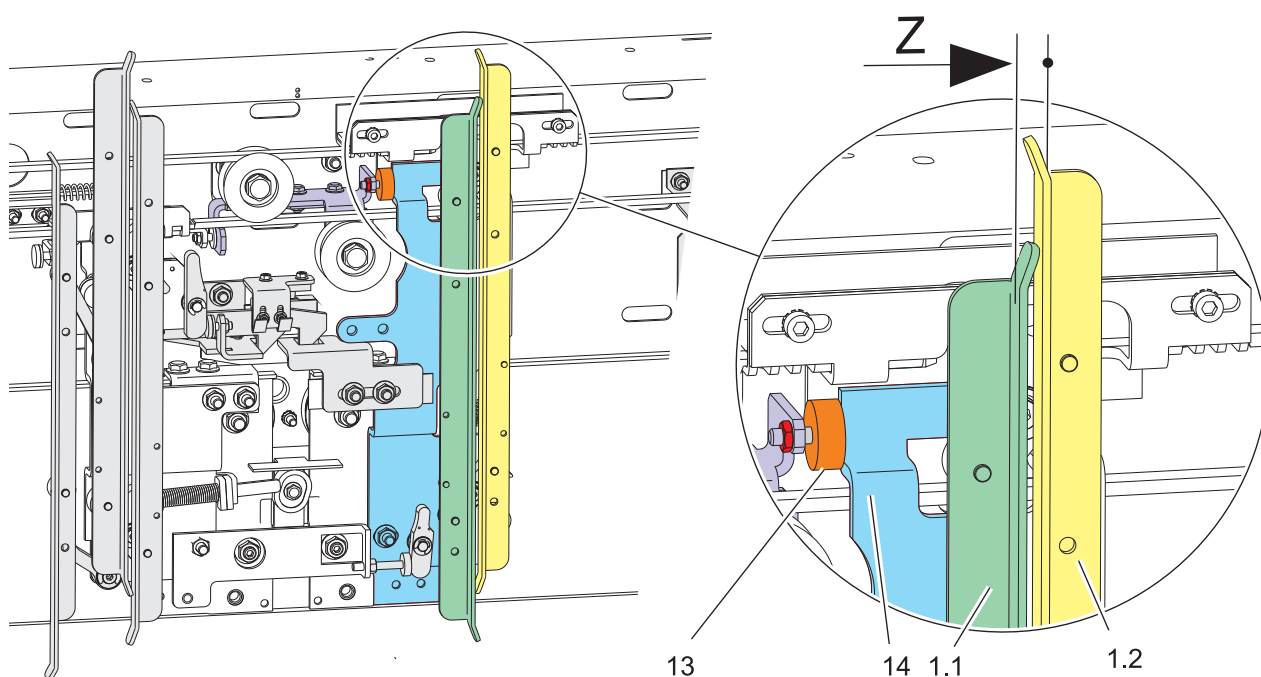

Abb. 55
- Verfahren, wie bei Abb. 55 beschrieben